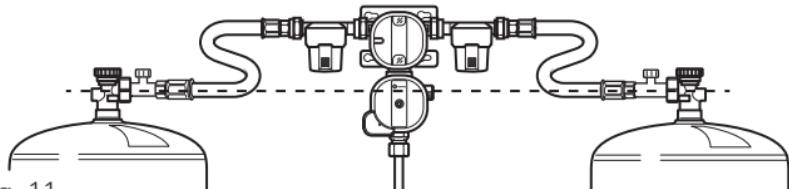

Fig. 11
- ❶ La position médiane entraîne un prélèvement simultané dans les deux bouteilles de gaz. La position médiane doit être évitée.
- Lors du changement de bouteille, s'assurer que les lyres haute pression du raccord d'entrée du détendeur présentent toujours une pente constante vers les bouteilles de gaz (Fig. 11).